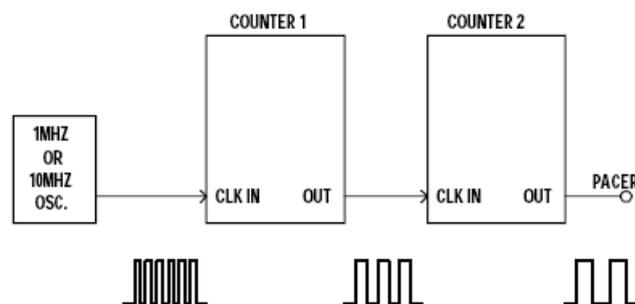

Figura 4.4: Configuración del marcapasos
- INTE: sirve para habilitar (1) o deshabilitar las interrupciones.
- DMAE: sirve para habilitar (1) o deshabilitar la funcionalidad DMA (nosotros no la utilizaremos).
- Registros para controlar el **marcapasos**: La tarjeta PCM-3718-H utiliza el chip de Intel 8254 para la generación de los pulsos que hagan de *disparo* de las conversiones A/D. Este chip tiene una funcionalidad mucho mayor por lo que aquí nos restringiremos a lo que necesitamos. Los contadores 1 y 2 del chip 8254 están dispuestos en cascada y operando en una configuración divisora fija. El contador 1 está conectado al reloj de 1 Mhz o 10Mhz y su salida está conectada a la entrada del contador 2. La salida del contador 2 está configurada de forma interna para que sus pulsos sirvan como *disparo* a la conversión A/D (ver figura 4.4). La frecuencia de estos pulsos vendrá determinada por la ecuación 4.1 donde los valores de cada contador pueden variar entre 2 y 65535.